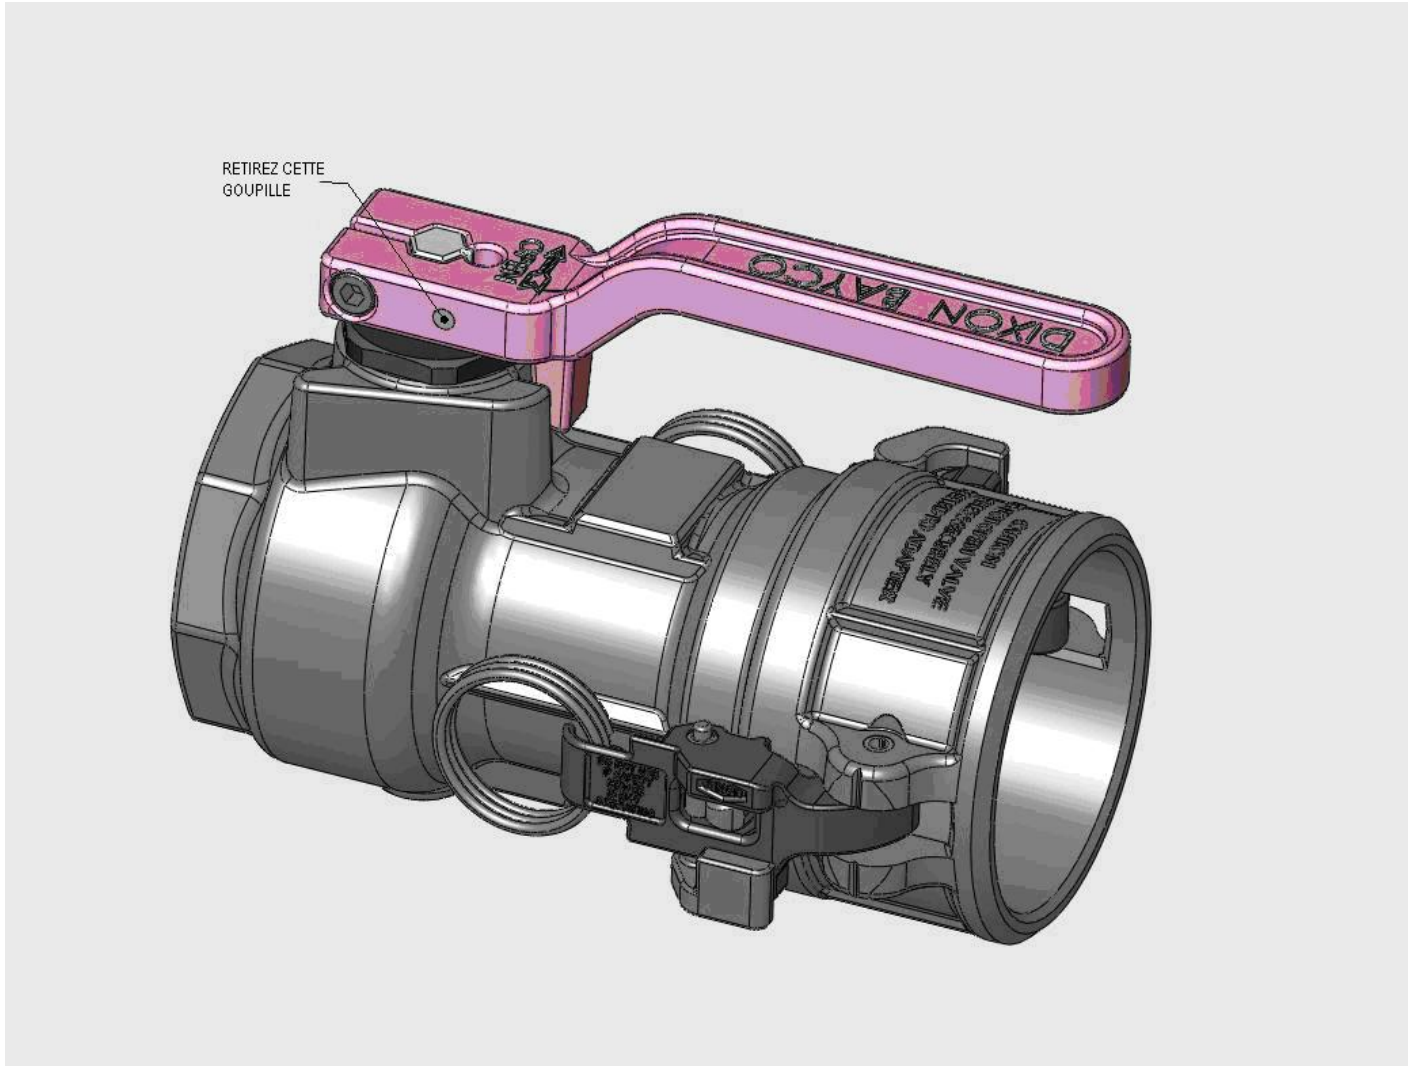

FIGURE 1
1. Retirez la goupille comme indiquer sur la figure 1 en utilisant un marteau et un poinçon. Cette goupille a 3 barbelures sur une extrémité pour une bonne rétention. Assurez-vous de frappez la goupille sur l'extrémité qui n'a pas de barbelure sinon il sera difficile de retirer la goupille.